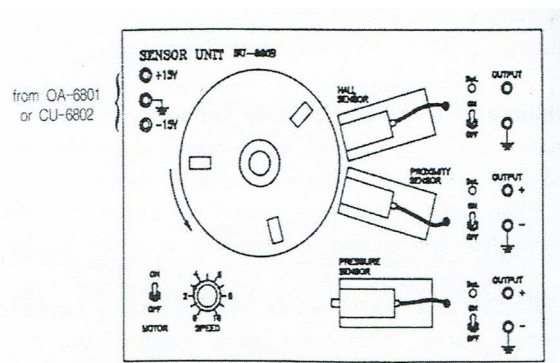

Fig.7.5 La tension générée par le capteur de pression.
1. Le capteur étant hors tension, raccordez le capteur comme indiqué à la Figure 7.5., conserver l'interrupteur du moteur ainsi que les trois interrupteurs de capteur désactivés.